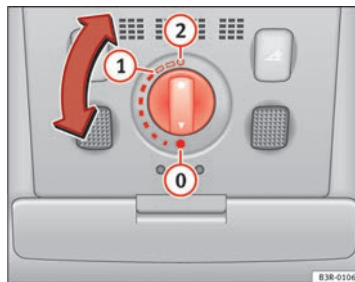

Fig. 81 Detalle del revestimiento del techo: Mando giratorio para el techo corredizo/deflector
El techo corredizo / deflector se maneja con el mando giratorio ⇒ fig. 81. El mando giratorio se puede ajustar a diferentes niveles de encastre para levantar o correr el techo y sólo funciona con el encendido conectado. La posición de techo deflector sólo se puede ajustar en la posición del mando giratorio 0.
- Gire el mando hasta la posición 1 ⇒ fig. 81 hasta que encastre de un modo perceptible. El techo se abrirá únicamente hasta alcanzar la posición de confort, en la cual el ruido del viento no molesta.
- Gire el mando a la posición ① ⇒ fig. 81 para cerrar el techo ⇒ ⚠.
- Gire el mando a la posición de partida ① ⇒ fig. 81.